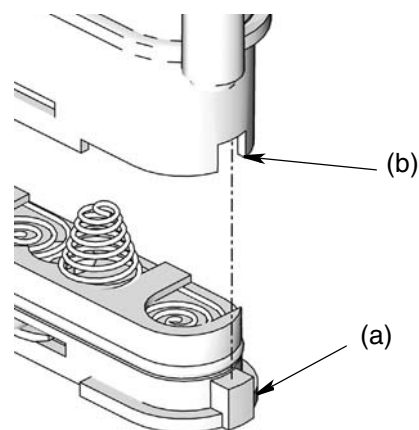

FIG. 38
- Remplacez le couvercle. Le couvercle est conçu de sorte qu'il ne peut être placé sur le compartiment à piles que d'une seule manière. L'encoche (a) sur le couvercle s'insère dans la fente (b) située sur le compartiment. (FIG. 38).